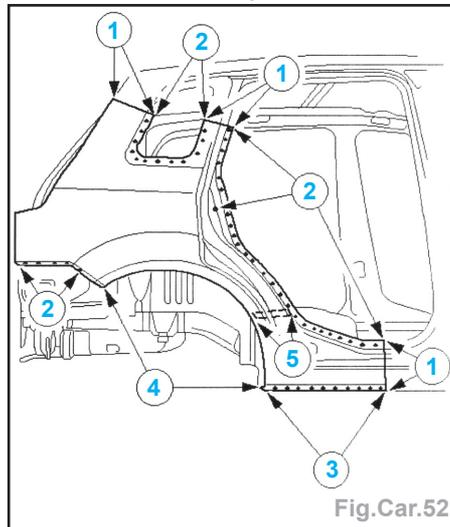

Fig.Car.52
- Découper (1), fraiser les points de soudure (2), meuler les points de soudure (3), poncer une épaisseur de tôle (4) sur le bord de passage de roue et chauffer la zone (5) à environ 170°C, détacher l'élément insonorisant (Fig.Car.52).